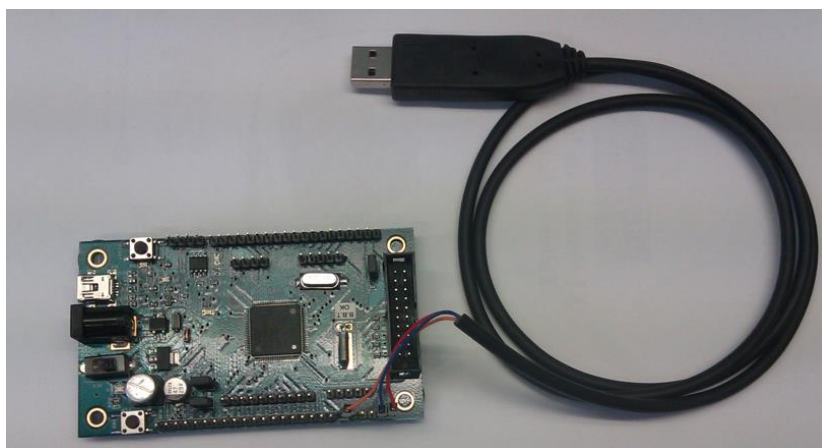

Figura 11. Tarjeta Blueboard y cable USB-serie.
1. Conecte el cable USB-serie (GND, TX, RX) a las líneas de la UART0 (**TxD0**, **RxD0**) y a la masa (**GND**) del **conector J3** de la tarjeta, tal como muestra la figura 11.